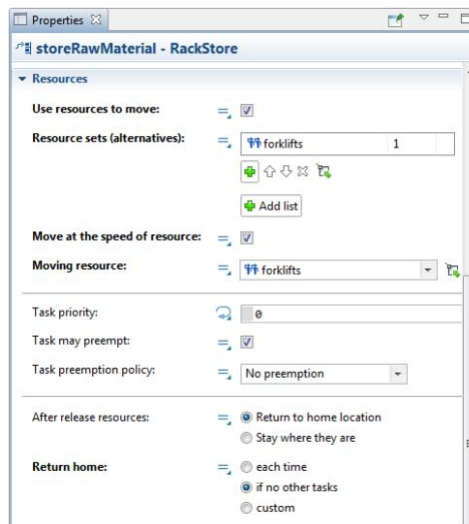

Рисунок 11.8 – Область повернення додому
- в області *return home area* виберіть (якщо немає інших завдань) навантажувачі, які мають повернутися на вихідне місце після виконання завдань (рис. 11.8).